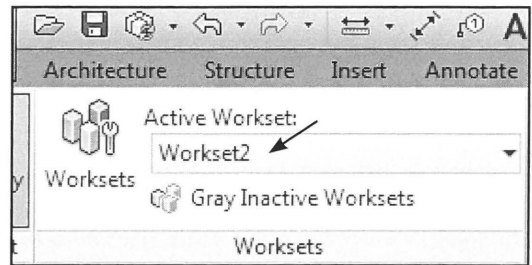

Fig. 16.31.
- Under *Collaborate*, vælg *Workset2* som vi lige oprettede (Fig. 16.31).